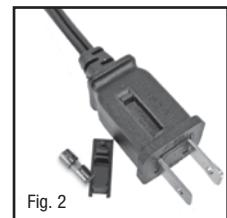

Fig. 2
2. Si su ventilador pierde potencia y sospecha que el fusible de su ventilador se ha fundido, debe primero retirar el sujetador del fusible de repuesto adjunto al cable de corriente (Fig. 1). Retire el fusible de repuesto del sujetador de plástico y déjelo a un lado (Fig. 2).
- Para hacer funcionar gire la perilla de control al ajuste de velocidad deseado: ALTA (III), MEDIA (II) o BAJA (I) (Fig. 2).